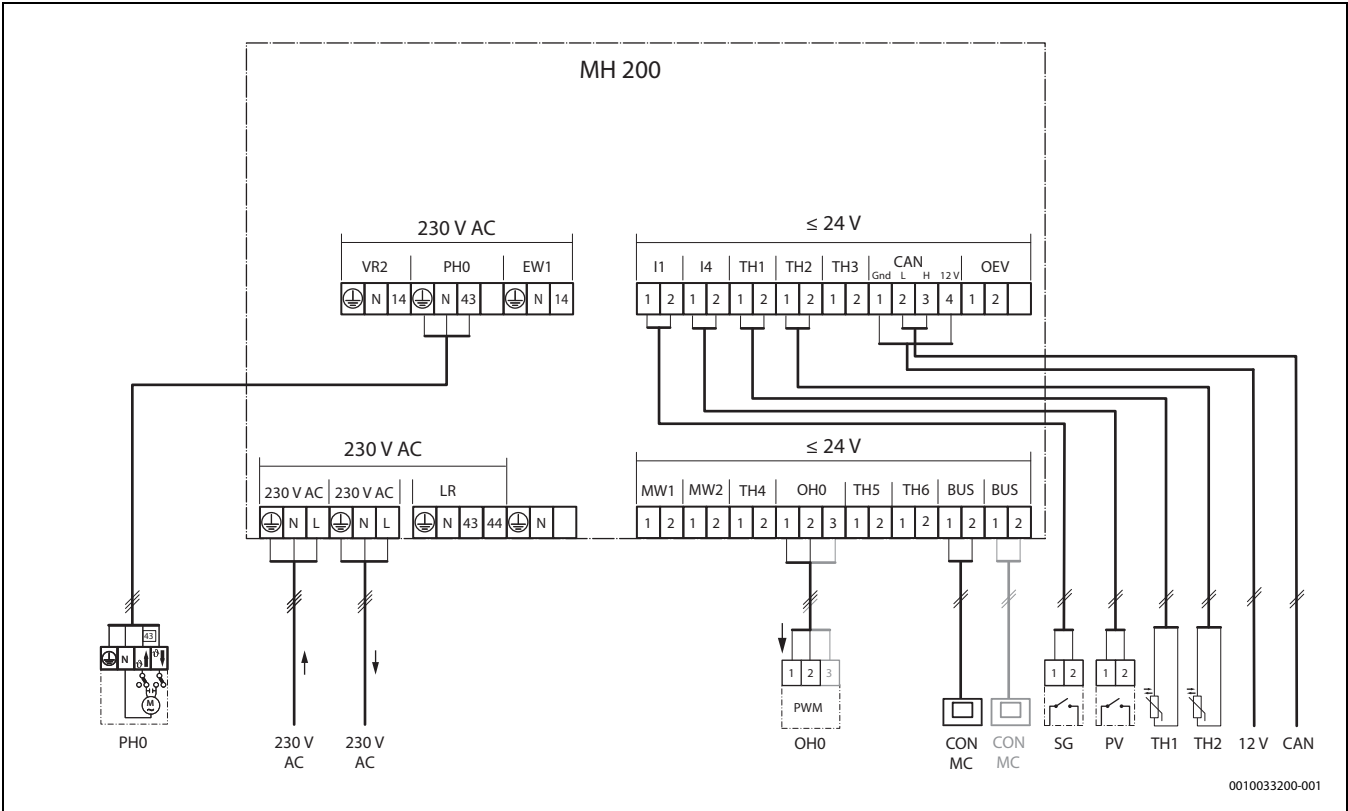

Fig. 4 Panoramica sull'occupazione dei morsetti di collegamento
- Assicurarsi che i cavi conduttori siano collegati ai collegamenti del modulo appositamente contrassegnati (→ fig. 4).